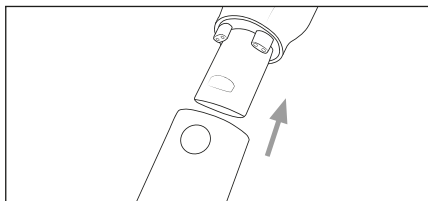

Fig. 11
- ◆ Împingeți peria combinate 2 în 1 ⑬ în țeava de aspirare ㉓ sau în orificiul de aspirare al aparatului până se fixează în poziție cu un clic sonor (a se vedea fig. 11). Atenție la poziția de fixare corectă.